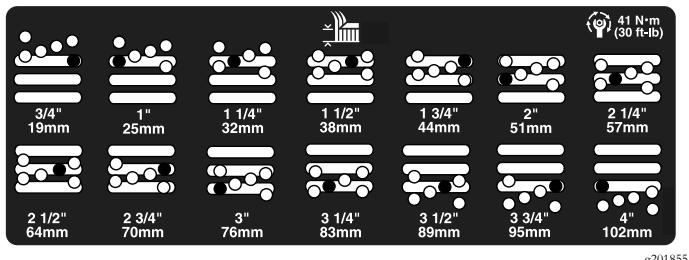

图22
5. 将切割腔移至所需的剪草高度然后将隔片安装至指定的剪草高度孔和槽 (图22)。